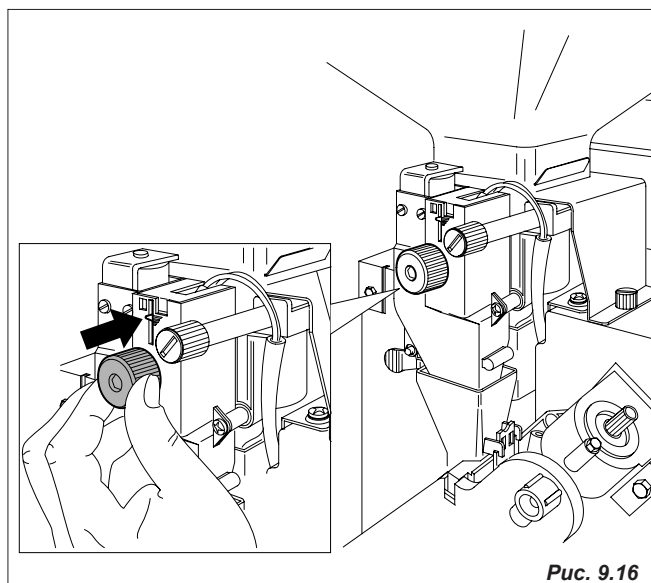

Рис. 9.16
- *Регулировка степени помола.* Поверните винт (Рис.9.16) для установки необходимой степени помола. Поверните винт по часовой стрелке для мелкого помола, или против часовой стрелки - для крупного помола. После выполнения регулировки, необходимо выполнить три регулировки продукта для оценки эффективности регулировки: чем меньше размер гранул, тем больше времени требуется для выдачи продукта.